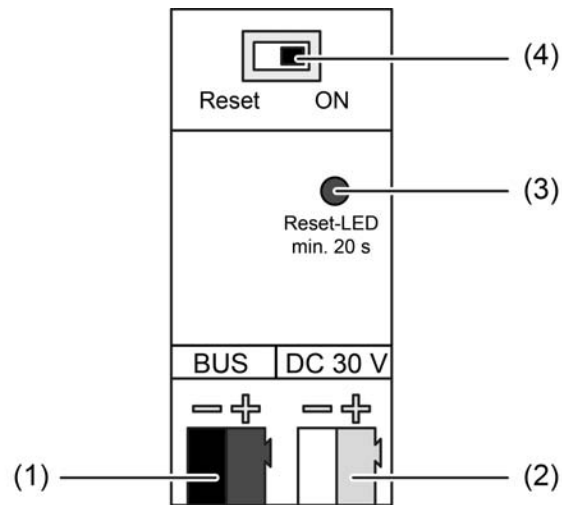

Bild 1: Geräteaufbau
- Versorgungsspannung an Klemme (2) anschließen (Bild 1).
- Busleitung an Klemme (1) anschließen.
- Auf der Geräterückseite die Führung (8) der Datenschienekontakte abnehmen. Hierzu einen kleinen Schraubendreher seitlich zwischen Gehäuse und Führung schieben und die Führung abhebeln.
- Beiliegende Isolierkappe (9) auf die Datenschienekontakte stecken und durch Drücken einrasten.